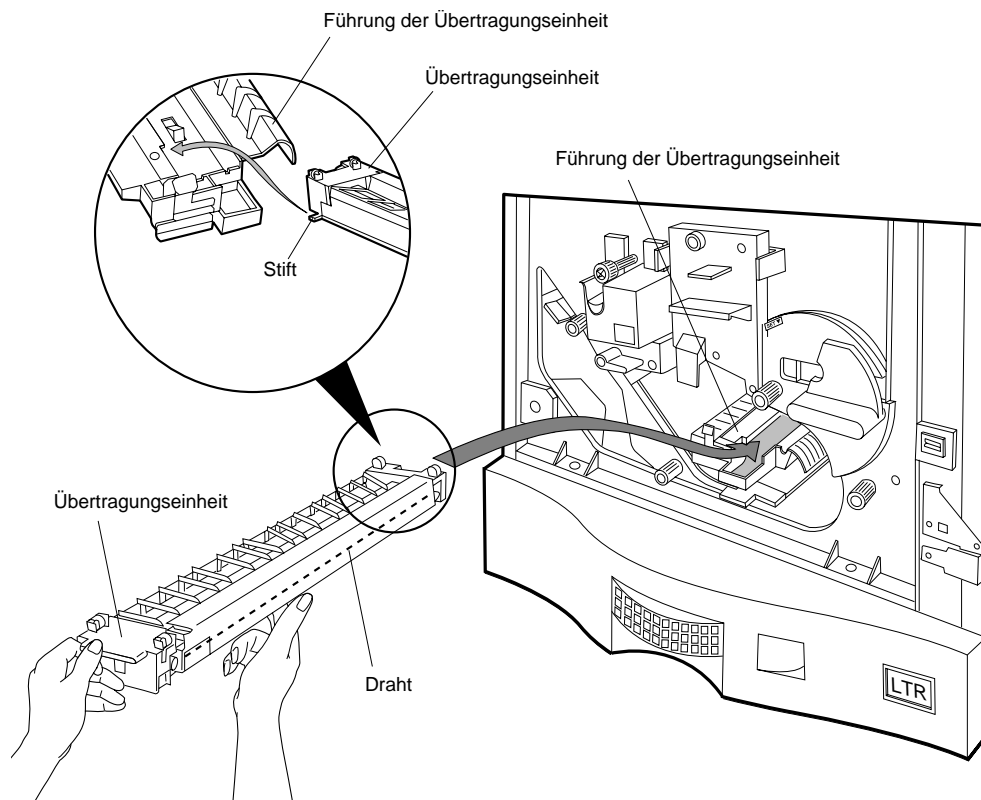

Abbildung 4-24 Entfernen der Übertragungseinheit
3. Drücken Sie die Übertragungseinheit nach innen und oben, um sie von der Führung zu lösen (siehe Abbildung 4-24). Heben Sie die Übertragungseinheit aus der Führung heraus.